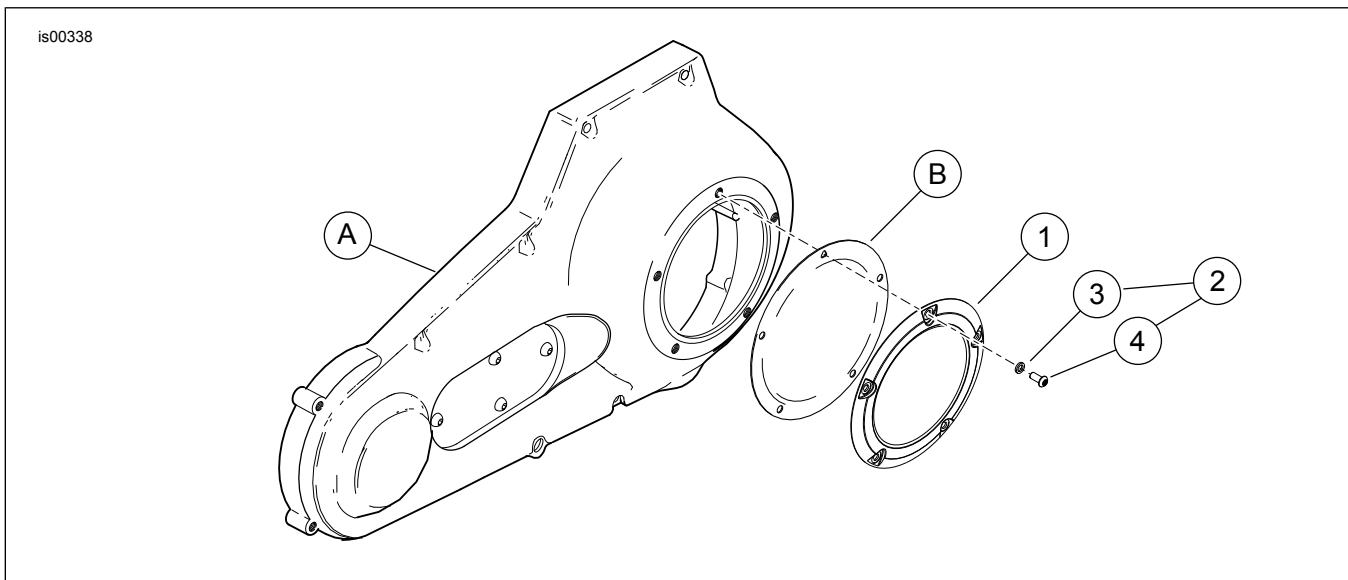

Abbildung 2. Ersatzteile: Billet-Kupplungsinspektionsdeckel, verchromt
Siehe Abbildung 2 und Tabelle 1.
- b. Siehe Abbildung 2. Eine Unterlegscheibe (3) auf das Gewinde einer der **neuen** Schrauben (4) aufstecken. Das Gewinde der Schraube in das obere Loch im Kupplungsinspektionsdeckel einführen und die Schraube behutsam durch das dreieckige Loch in der Dichtung hindurchdrehen. Die Schraube nicht gewaltsam durch das Loch zwingen!